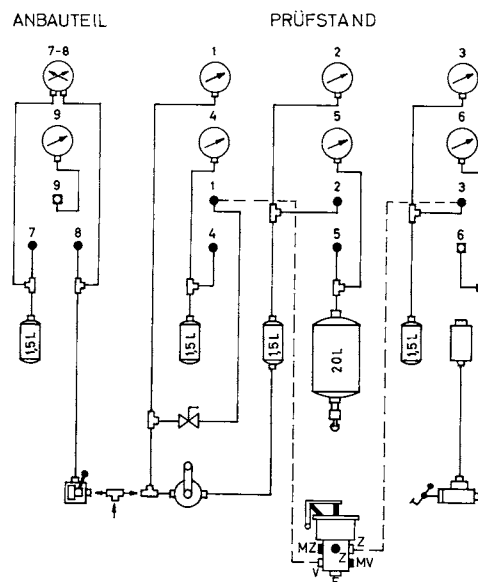

Abb. 7
- c) Schlauchanschluß 1 nach Prüfschema anschließen (Abb. 7) Absperrhahn öffnen.
- b) Schlauchanschluß 3 nach Prüfschema (Abb. 7) anschließen